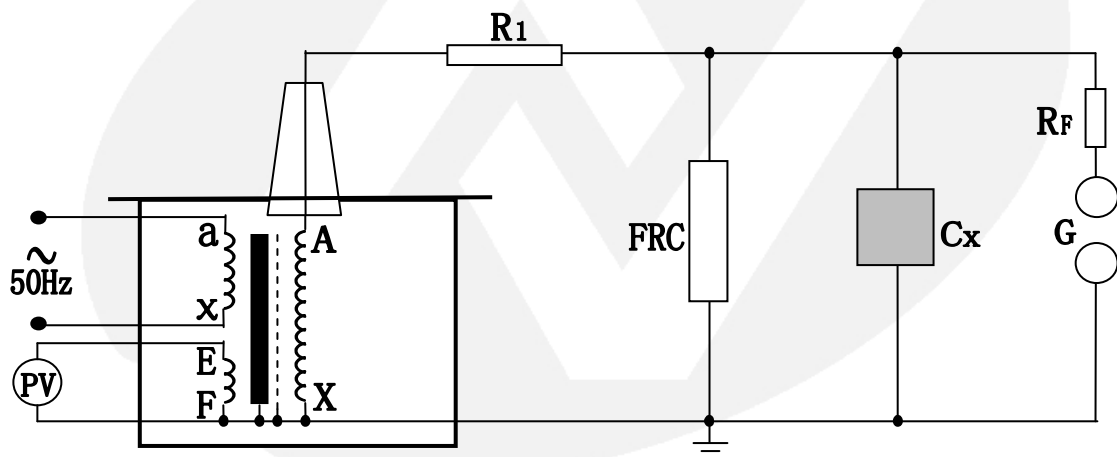

图 6: 被试品工频耐压试验接线图
4、YDJ-AT 试验变压器做被试品的工频耐压试验使用接线原理图见图 6。
在工频耐压试验中，低电压侧测量电压(仪表电压)不是非常准确的，其原因是由于试验变压器存在着漏抗，在这个漏抗上必然存在着压降或容升，使试品上的电压低于或高于低压侧测量电压表上反映出来的电压。工频耐压试验时，被试品上的电压高于试验变压器的输出电压，也就是所谓容升现象。感应耐压试验时，试验变压器的漏抗必然存在着压降。为了准确测量被试品上所施加的电压，因此常在高压侧接入 FRC 阻容分压器来测量电压(见图 6)。